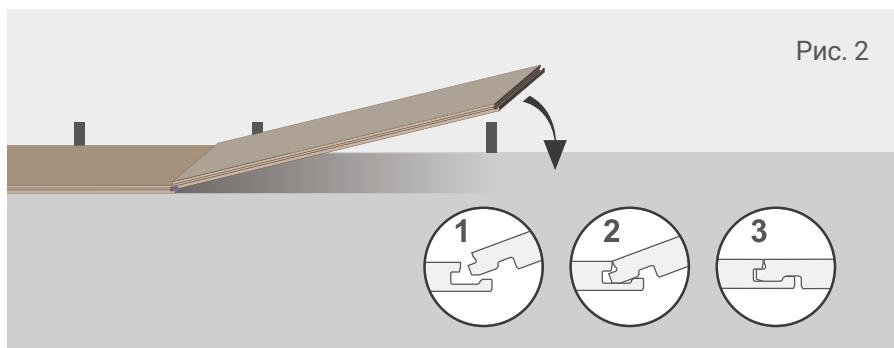

Рис. 2
- 8.1.2 Уложить вторую планку, совместить поперечный замок под углом 45 градусов с поперечным замком первой планки, опустить к основанию, прижать вниз (см. рис. 2). При необходимости осуществить подшивку планок по торцевой стороне.